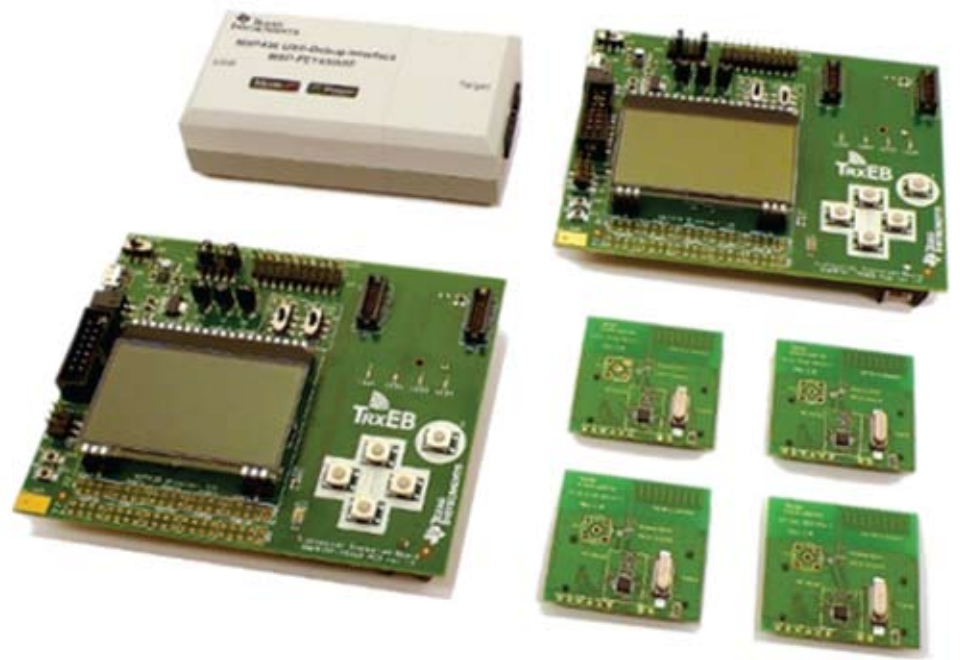

Рис. 10. Отладочный набор CC110LDK-868-915
- комплект соединительных кабелей и документации (рисунок 10).